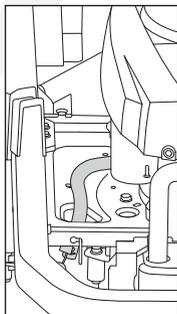

Fig.30B
6. Gire en sentido contrario a las manecillas del reloj y tire del tapón de vaciado hacia fuera. (Fig.30B)